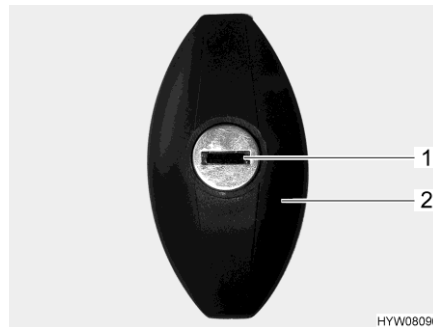

Bild 34 Lucklås (ellipsformat, låst)
- Stick in nyckeln i låscylindern (Bild 34,1) och vrid ett halvt varv moturs. Låshandtaget (Bild 34,2) frigörs.